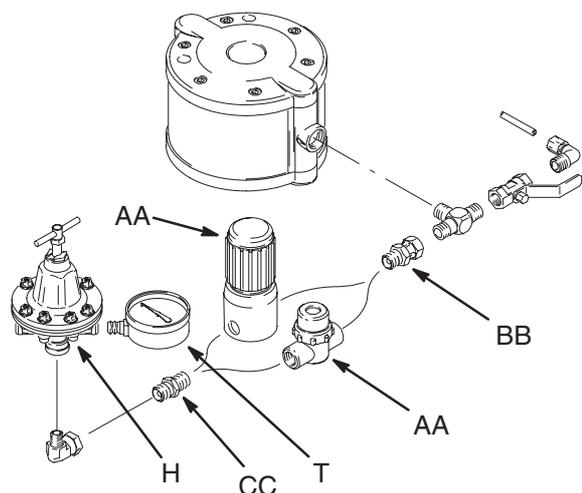

Fig. 2
Voir Fig. 2. Monter le filtre à produit entre la sortie produit de la pompe et le flexible produit du pistolet. S'il existe un régulateur de produit (H), il faut le tourner de sorte que le manomètre (T) nettoie le filtre.